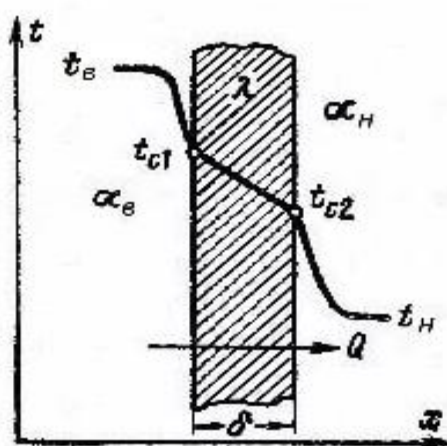

Рис. 2. Теплопередача через плоскую стенку
Стационарный процесс теплопередачи через плоскую стенку от одного теплоносителя (жидкости, газа) к другому можно представить в виде трех последовательных процессов (см. рис.2):
Т.о. в случае теплопередачи через плоскую стенку, с обеих сторон которой находится воздух, температура которого внутри помещения равна $t_{\text{в}}$, а снаружи – $t_{\text{н}}$, а соответствующие коэффициенты теплоотдачи α_1 и α_2 и температуры внутренней и наружной поверхностей стенки равны $t_{\text{с1}}$ и $t_{\text{с2}}$, соответственно, при этом толщина стенки равна δ , а коэффициент теплопроводности – λ (см. рис. 2), можно записать следующее.
5. Используя полученные значения температур, строим схему теплопередачи через кирпичную стенку, аналогичную приведенной на рис. 2, откладывая в масштабе по вертикальной оси значения температур, а по горизонтальной – толщину стенки.